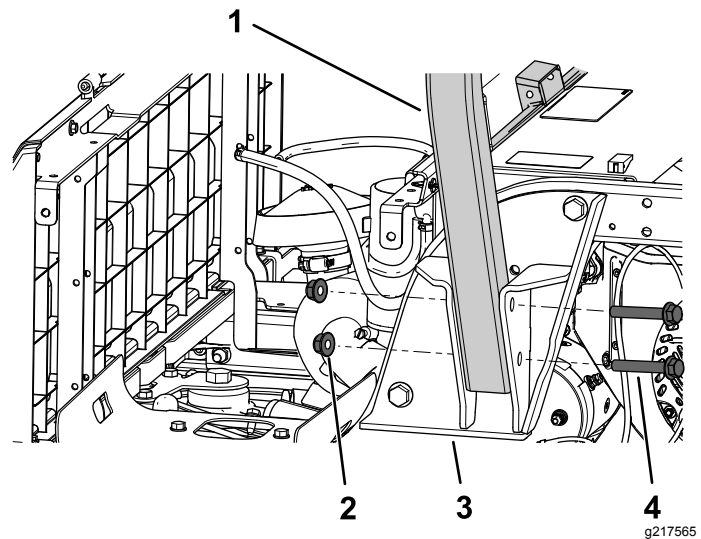

图19
1. 如图19所示用2个凸缘头螺栓½ x 3½英寸和2个锁紧螺母½英寸将翻车保护杆的一侧固定到ROPS支架上。